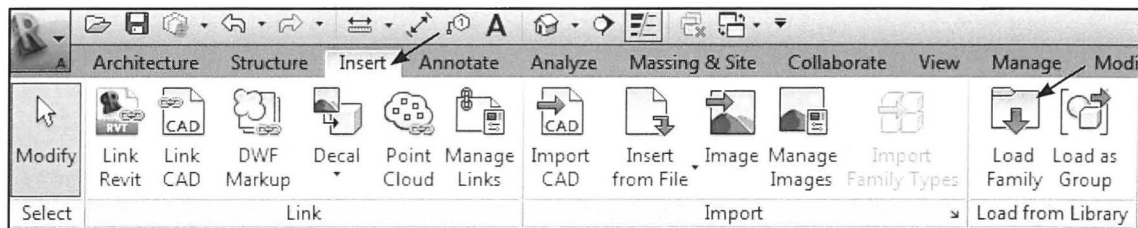

Fig. 15.41. Vælg *Insert* - *Load Family*.
- Klik *Insert* - *Load Family* (Fig. 15.41).